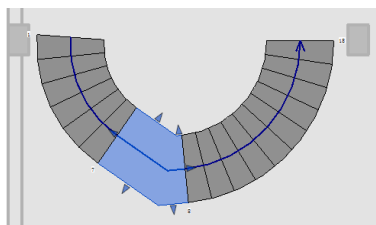

图 12-24 编辑楼梯
(8) 双击楼梯, 打开“修改|创建楼梯”选项卡, 对楼梯进行编辑, 选择平台上的造型操纵柄, 调整平台形状, 并移动楼梯的位置, 结果如图 12-24 所示。